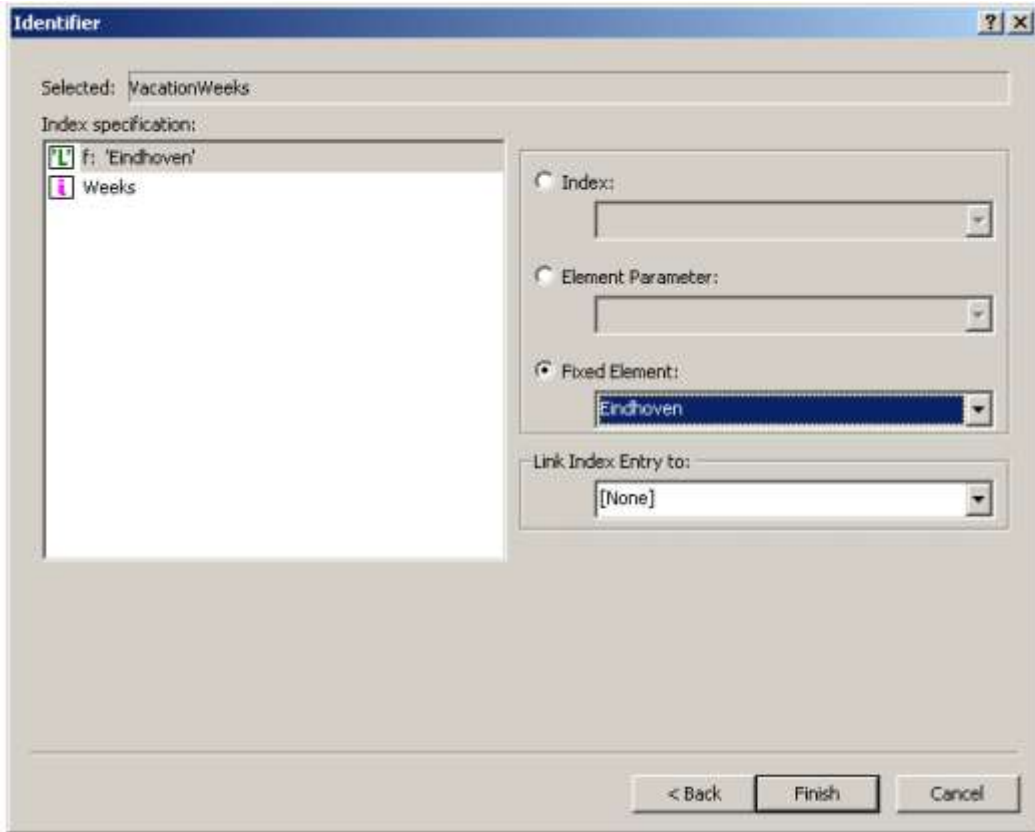

图 12.14: 标识符向导盒的内容
- 如图 12.14 所示，选择 ‘Eindhoven’ 作为索引 f 的 ‘Fixed Element’